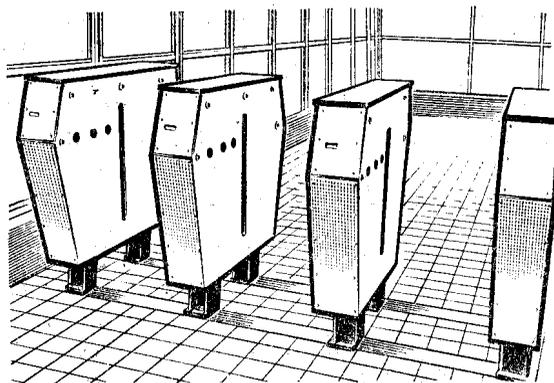

Рис. 48. Общий вид ПКА
*Пункты контрольные автоматические* (ПКА) устанавливают в вестибюлях станций при выходе пассажиров на улицу, чтобы преградить путь встречным пассажирам, не оплатившим проезд. ПКА (рис. 48) состоит из нескольких секций (тумб). Количество проходов между ними зависит от пассажиропотока данной станции по выходу. Проход в ПКА нормально открыт и перекрывается створками только при попытке движения в запрещенном направлении. В тумбах находятся программное устройство, фотодатчики, механические створки и счетчики для учета числа выходящих со станции пассажиров. На торцевой части тумбы со стороны, где разрешен проход, имеется светящееся табло зеленого цвета, а с обратной стороны — красного цвета.